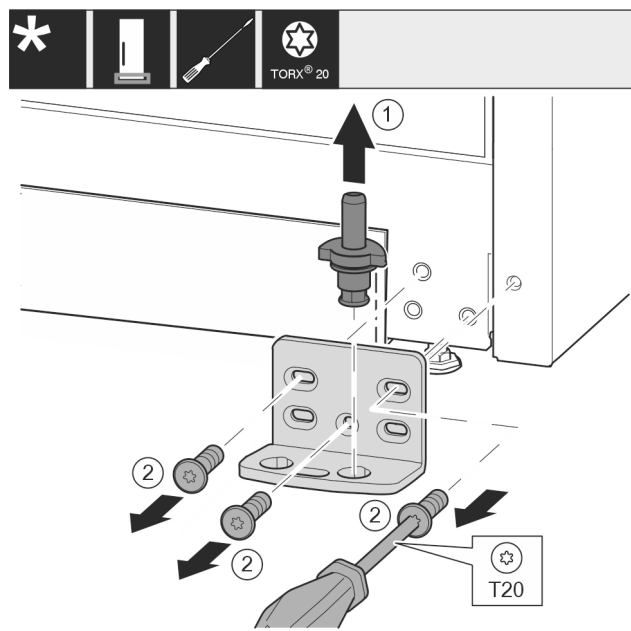

Fig. 15
- ▶ Ložiskový čep Fig. 15 (1) celý vytáhněte nahoru.
- ▶ Šroubovákem vyšroubujte šrouby Fig. 15 (2) a sejměte stojan ložiska.